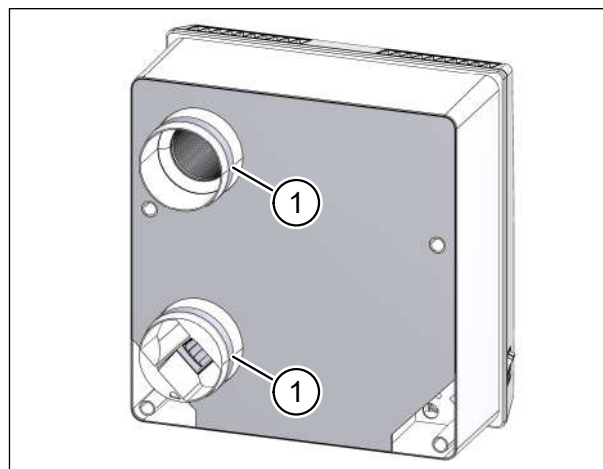

Abb. 32: Dichtungen um Luftstutzen kontrollieren
- ▶ Kontrollieren Sie, dass die Dichtungen (Pos. 1 in Abb. 32) um die Luftstutzen an der Rückseite des Lüftungsgerätes nicht beschädigt sind. Beschädigte Dichtungen sind umgehend zu erneuern.
Zur leichteren Gerätemontage (siehe Abschnitt 11.7 auf Seite 35) können Sie Spülmittel oder Vaseline auf die Dichtungen (Pos. 1 in Abb. 32) an den Luftstutzen auftragen.